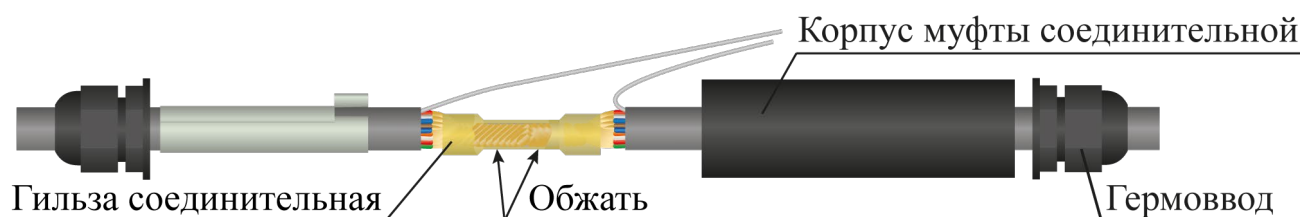

Рисунок 4.26
- взять гильзу соединительную, одеть её на зачищенную часть кабеля, обжать специальным инструментом (рекомендуется применять клещи обжимные) (рисунок 4.26). **Обжатие пассатижами не обеспечивает надежного электрического контакта;**
- в ответное отверстие гильзы вставить зачищенные концы жил другого ремонтируемого кабеля. Гильзу обжать с помощью специального инструмента (рисунок 4.26);